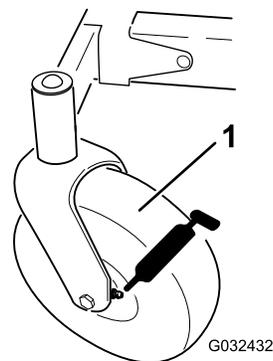

Figura 35
3. Limpe os bocais de lubrificação (Figura 35) com um pano.
4. Ligue uma pistola de massa lubrificante a cada bocal (Figura 35).